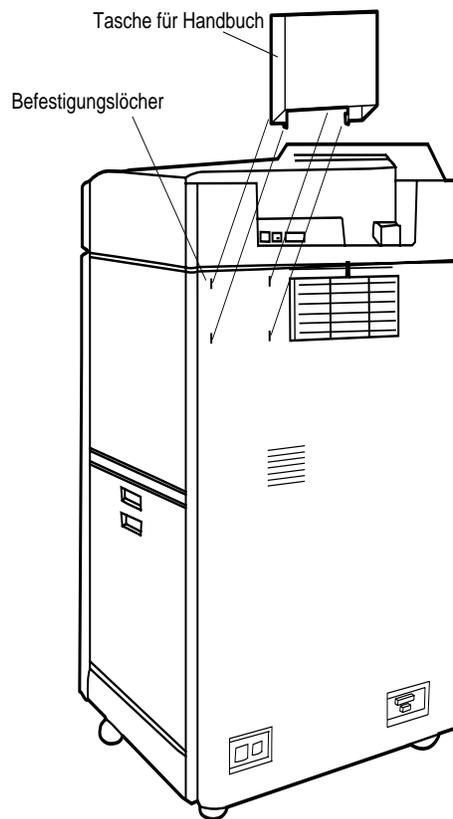

Abbildung 2-37 Tasche für Handbuch anbringen
2. Nehmen Sie die Tasche aus dem Karton, und bringen Sie die Tasche an der Rückseite des Druckers an. Siehe Abbildung 2-37.